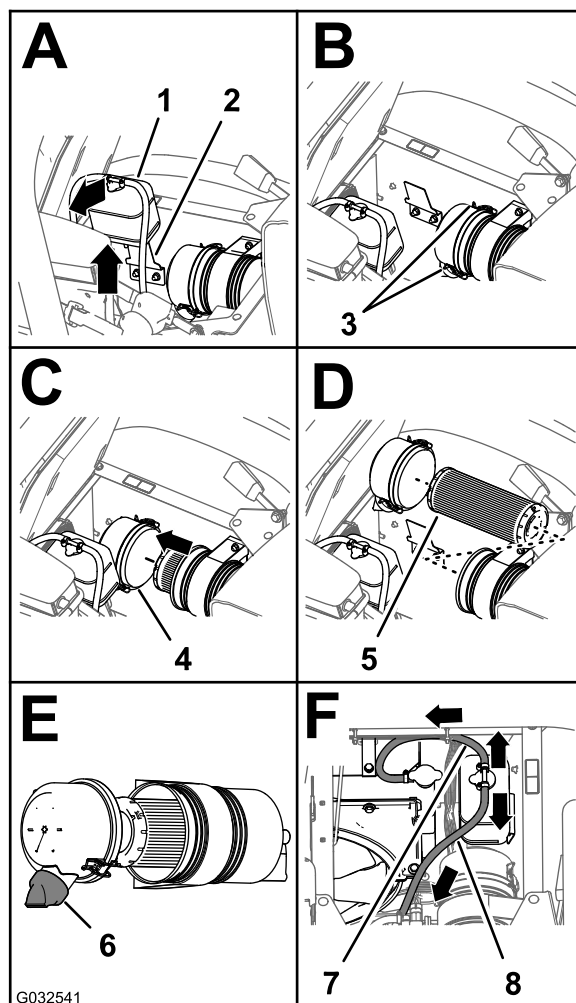

図 109
3. 冷却液オーバーフロータンクを持ち上げてブラケットから取り外す 図 109。
4. ダストキャップをエアクリーナのボディーに固定しているラッチ2つを外す 図 109。
6. ぬれたウェスを使って、ダストキャップ、エアクリーナのボディー、ダストバルブの内部をきれいに清掃する 図 108 と 図 109。
7. エアクリーナボディーにフィルタELEMENTを取り付ける 図 109。
- エアクリーナのボディーにカバーを取り付け、ラッチ2個で固定する 図 109。
注 ダストバルブは、後ろから見たときに時計の5時-7時の方向になるように取り付けてください 図 109。
- 冷却液タンクを、ROPSシールドのサポートブラケットにきっちりと入れる 図 109。
重要 図 109のように、圧力逃がしホースが前を向いて下へ、タンク通気ホースが後方を向くように取り付けてください。